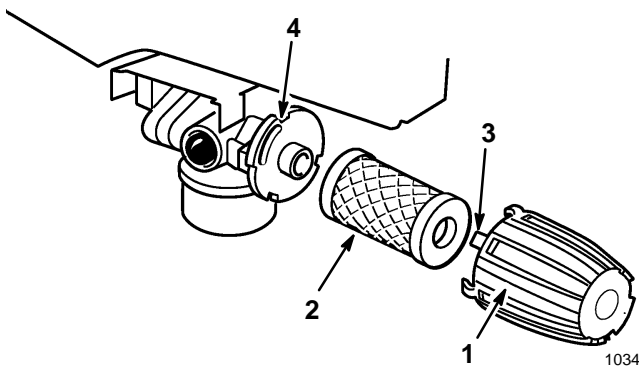

Figure 14
1. Pour remplacer le filtre à air, dévisser le couvercle vers la gauche (en sens inverse aux aiguilles d'une montre), et retirer le couvercle et le filtre de la bride (Fig. 14).
4. Poser le filtre et le couvercle contre la bride, en insérant la languette du couvercle dans la fente de la bride (Fig. 14).